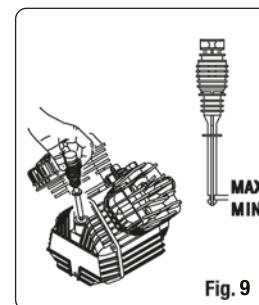
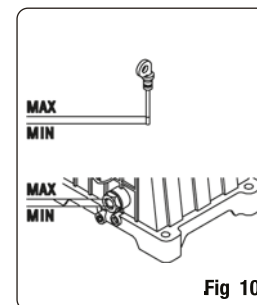
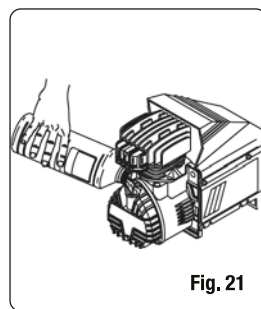

Fig. 9
Fig. 10
Fig. 21
Cambiar el tapón de plástico en la tapa del cárter (fig. 7-8) con la varilla del nivel de aceite (fig. 9) o con relativo tapón de purga suministrados junto con el manual de instrucciones.
Controlar el nivel de aceite tomando como referencia los niveles indicados en la varilla (fig. 9) o la luz indicadora del nivel de aceite (fig. 10).
Introducir el aceite por el orificio superior de la tapa del cárter (fig. 21 - 22) hasta alcanzar el nivel indicado en la varilla (fig. 9) o en la luz indicadora (fig. 10). Controlar semanalmente el nivel del aceite de la bomba (fig. 10) y si es necesario restaurarlo.
- Que haya aceite en el cárter para garantizar la lubricación (fig. 10).